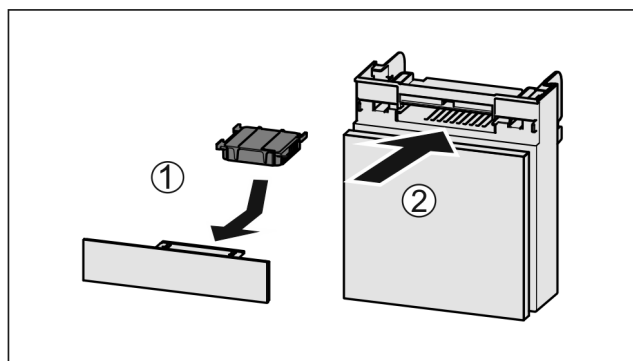

Fig. 73
- Sätt in Fig. 73 (1) aktivtkolfiltret enligt bilden.
- Skjut in Fig. 73 (2) lådan.